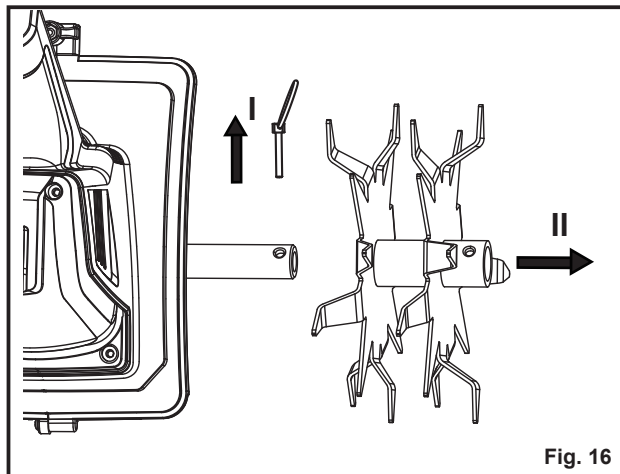

Fig. 16
1. Gire el anillo para sacar el pasador de bloqueo y retire la cuchilla (Fig. 16).